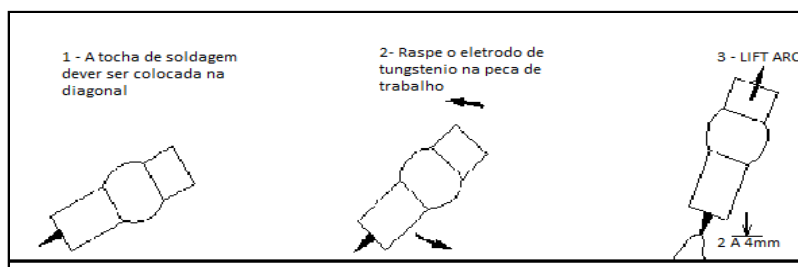

Figura 5- Método para abertura de arco com LIFT ARC
- 3) Adotar o princípio de abertura *Lift arc*, o qual pode ser visto na Figura 5 a seguir.